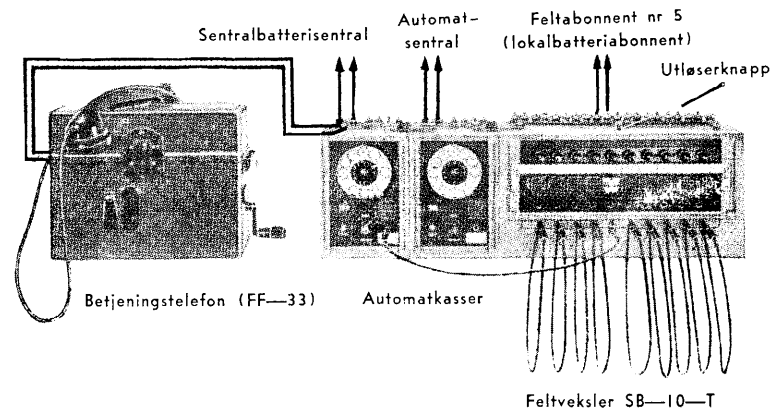

Fig 11.
62. En sentralbatteriabonnt ønsker samtale med abonnt nr 5 på veksleren (se fig 11).
66. Abonnt nr 5 (lokalbatteriabonnt) ønsker samtale med en sentralbatteriabonnt (se fig 11).
72. En automatabonntent ønsker samtale med abonnent nr 5 (se fig 11). Fremgangsmåten for anrop, opprettelse av forbindelse og avringing er den samme som når sentralbatteriabonntent ønsker samtale med abonnent nr 5 (se pkt 63, 64 og 65).
73. Abonnent nr 5 ønsker samtale med en automatabonntent (se fig 11).